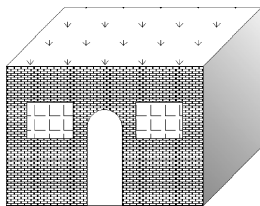

图 3-17 小屋
用所学二维绘图命令绘制如图 3-17 所示的小屋。
(7) 单击“默认”选项卡“绘图”面板中的“渐变色”按钮,打开“图案填充创建”选项卡,按照图 3-22 所示进行设置,拾取如图 3-23 所示 5 位置的点填充小屋右面的砖墙。最终结果如图 3-17 所示。